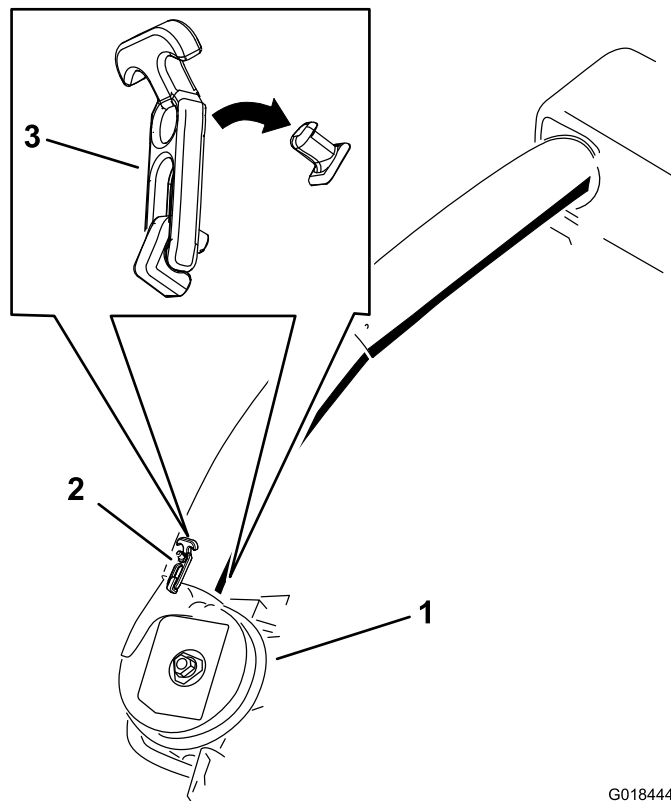

Figure 20
6. Utilisez les deux verrous pour fixer le tube inférieur au ventilateur (Figure 20).
20. Utilisez les deux verrous pour fixer le tube inférieur au ventilateur (Figure 20).